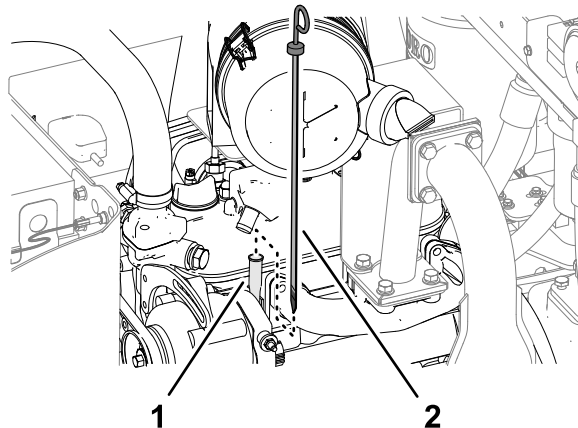

Figura 64
3. Retire la varilla, límpiela, vuelva a colocarla en el tubo y retírela de nuevo. El nivel de aceite es correcto cuando se encuentra entre las marcas de LLENO y AÑADIR (Figura 64).
4. Si el nivel de aceite es bajo, retire el tapón de llenado y añada suficiente aceite para que llegue entre las marcas LLENO y AÑADIR (Figura 64).